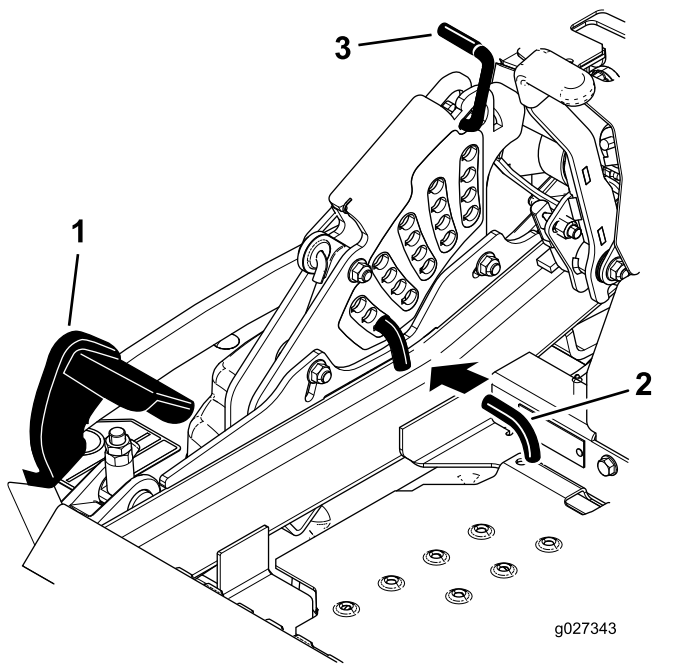

Figura 92
5. Premete completamente in avanti il pedale di sollevamento del piatto di taglio in modo che quest'ultimo si blocchi in posizione di trasporto a 14 cm (Figura 92).